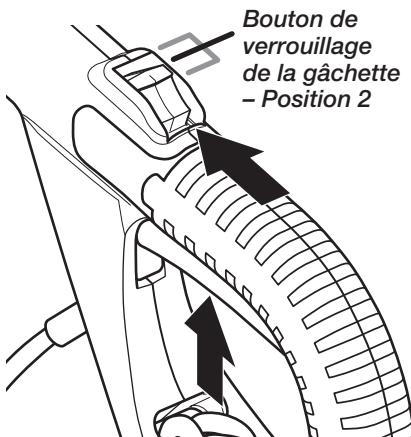

Figure 8 – Utilisation manuelle de la gâchette lorsque le bouton de verrouillage est en position 2
**Note :** La Figure 8 montre une autre méthode de fixation de la rallonge, pouvant être utilisée avec les rallonges de calibre supérieur qui ne passent pas par l'orifice dans la partie inférieure de la poignée.